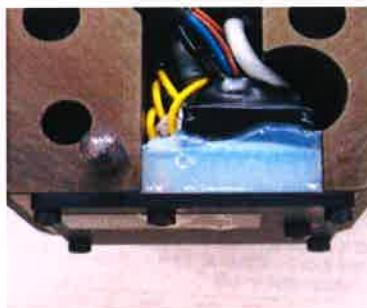

Fig. 7
- 4) 此时请用硅胶模压LED ASSY的连接接头。(请参阅Fig. 7)
此时, 如果电缆浮动, 则用粘结剂进行固定。Fig. 7所示为完成后的照片。